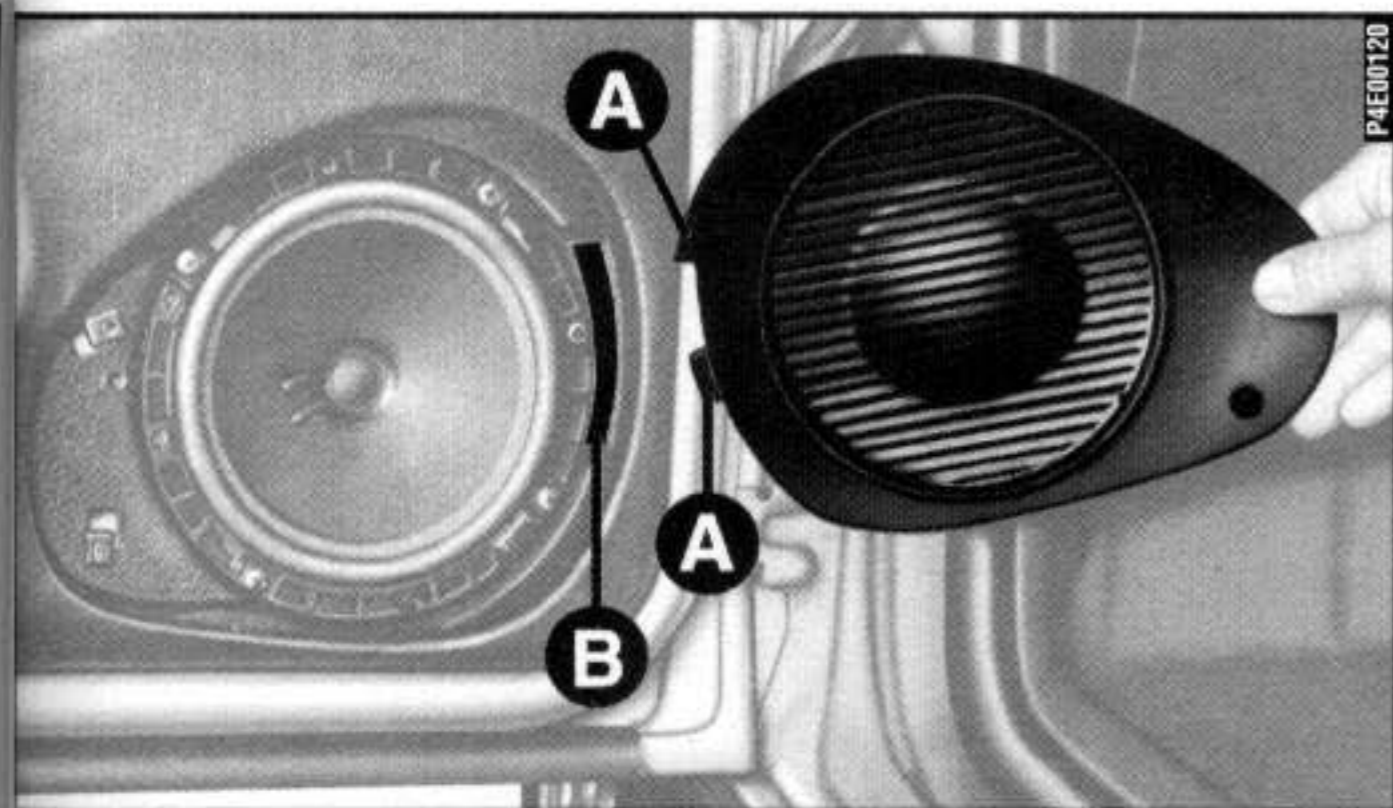

fig. 80
2) Ao montar, introduzir as linguetas **A-fig. 80** na sede **B** e fixar o painel de proteção.